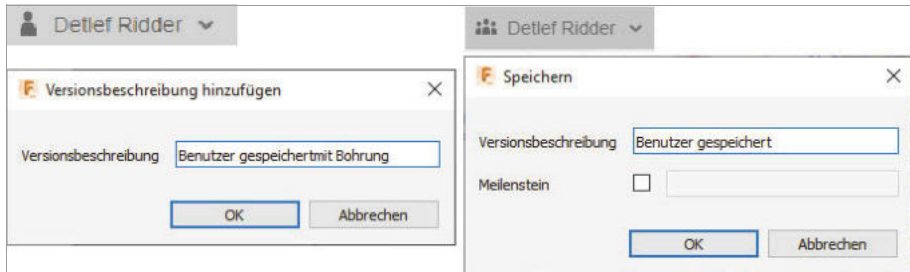

Abb. 1.11: Speichern im EINZELBENUTZER- bzw. TEAM-KONTO
In der SCHNELLZUGRIFF-LEISTE finden Sie zuerst den Schalter zur Anzeige der Gruppe DATEN, dann die üblichen Funktionen zur Dateiverwaltung (Abbildung 1.11). Außerdem können Sie mit ZURÜCK und WIEDERHERSTELLEN einzelne Konstruktionsschritte zurückgehen und wieder vorwärtsgehen, auch mehrfach.
- **SPEICHERN** [Strg] + [S] – speichert eine Fusion-Konstruktion oder -Zeichnung in der Cloud. Beim Speichern können Sie eine eigene VERSIONSBEZEICHNUNG angeben. Wenn Sie im TEAM-KONTO speichern, können Sie eine besonders wichtige Version als MEILENSTEIN markieren (Abbildung 1.11).